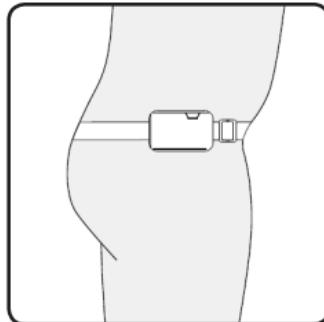

Figure 4 : fixation de la ceinture sur le corps du patient et ajustement de la largeur, le cas échéant
1. Placer la ceinture autour de la taille du patient. Attacher la ceinture et ajuster sa largeur, le cas échéant (**Figure 4**). La ceinture doit être portée de façon à garantir le confort du patient. L'étui destiné au stimulateur-test (TS) se trouve au-dessus de la hanche du patient.